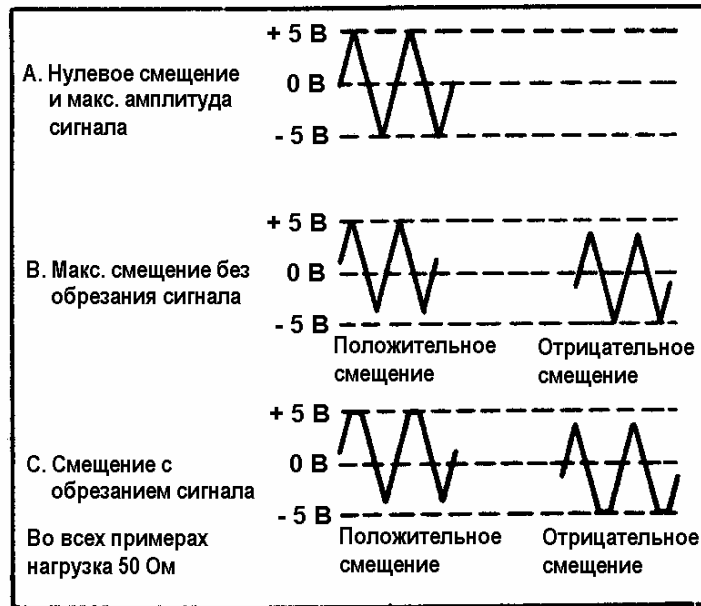

Рисунок 4. Использование регулировки постоянного смещения.
- 1) Регулировка постоянного смещения может осуществляться в пределах  $\pm 10$  В (без нагрузки), или  $\pm 5$  В (нагрузка 50 Ом). Также необходимо помнить, что величина сигнала вместе с постоянным смещением не может быть больше  $\pm 10$  В (без нагрузки), или  $\pm 5$  В (нагрузка 50 Ом). Выше этих уровней происходит обрезание сигнала. Рис. 4 иллюстрирует различные эксплуатационные режимы, с которыми сталкиваются при использовании постоянного смещения. При использовании выходного сигнала большой амплитуды или большого постоянного смещения используйте осциллограф для проверки отсутствия обрезания выходного сигнала. Вероятность обрезания сигнала меньше, если его амплитуда меньше половины от максимальной.